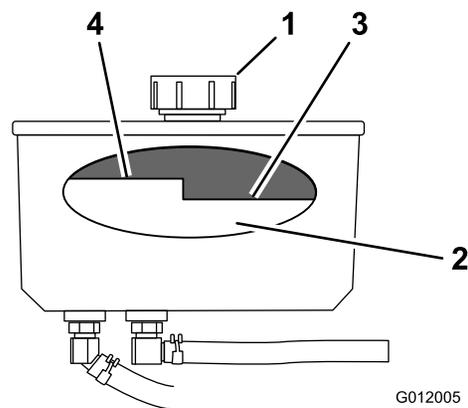

Figura 68
3. Limpie alrededor del cuello de llenado y el tapón del depósito de aceite hidráulico (Figura 68).
4. Retire el tapón del cuello de llenado (Figura 68).
**Nota:** El nivel de fluido debe estar por debajo del nivel caliente del tabique cuando el fluido está caliente (Figura 68).